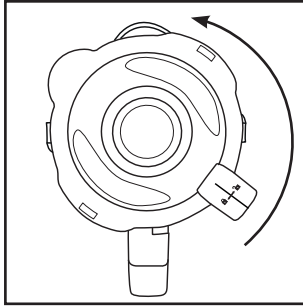

Abb.1
- 2) Entfernen Sie den Deckel **2**, indem Sie ihn so weit gegen den Uhrzeigersinn Richtung Position  drehen (siehe Abb. 1), bis Sie ihn nach oben abziehen